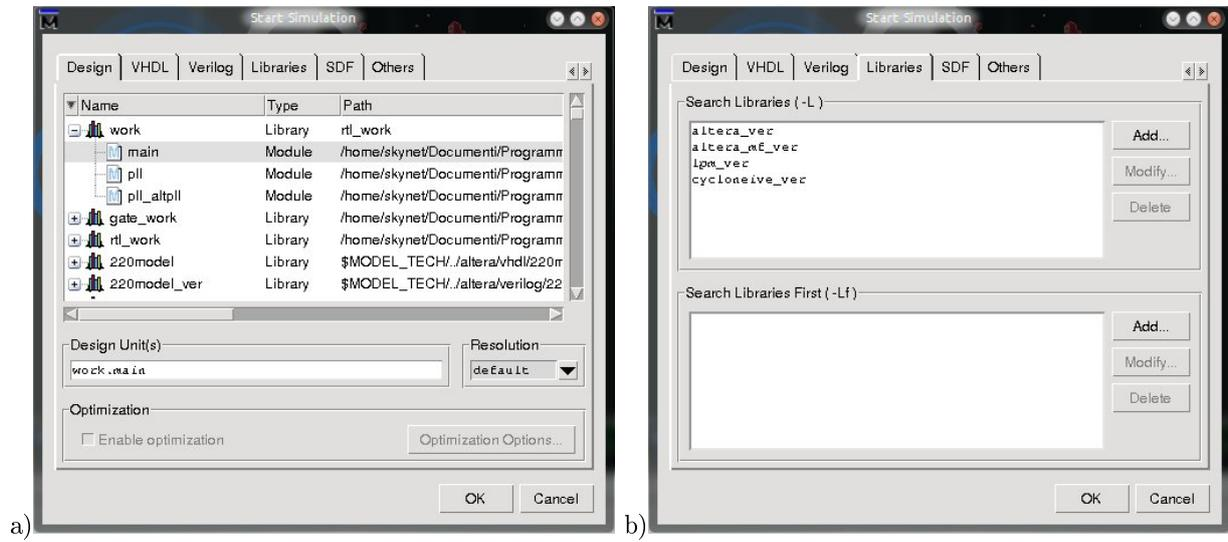

Figura 3.4: Start Simulation
- selezionare dal form appena avviato (figura 3.4-a) **Work**▷**main**
- selezionare quindi le librerie manualmente cliccando sull’etichetta *Libraries* (figura 3.4-b). Aggiungere le seguenti librerie relative al linguaggio Verilog⁵: *altera_ver*, *altera_mf_ver* (per le megafunction), *lpm_ver* e soprattutto la *cycloneive_ver*.
- selezionare dal form appena avviato (figura 3.4-a) Work▷main
- selezionare quindi le librerie manualmente cliccando sull’etichetta Libraries (figura 3.4-b). Aggiungere le seguenti librerie relative al linguaggio Verilog: *altera_ver*, *altera_mf_ver* (per le megafunzione), *lpm_ver* e soprattutto la *cycloneive_ver*.